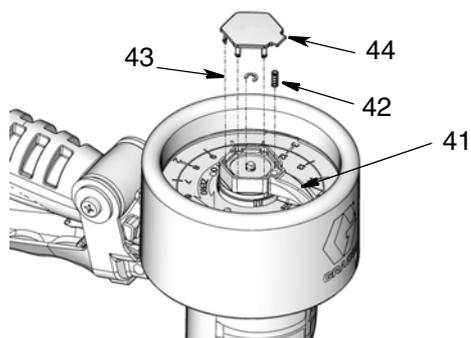

Рис. 25
6. Установите малое стопорное кольцо (43), штифт указателя (41) и пружину указателя (42). Установите крышку (44). (Рис. 25).